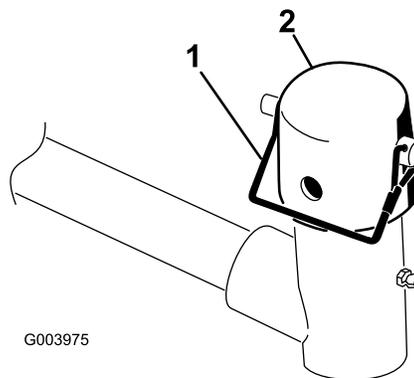

Bild 4
- Entfernen Sie an jedem Hubarm der Mähwerke den Einraststift, mit dem die Kappe am Schwenkbügel des Hubarms befestigt ist, und nehmen Sie die Kappe ab (Bild 4).